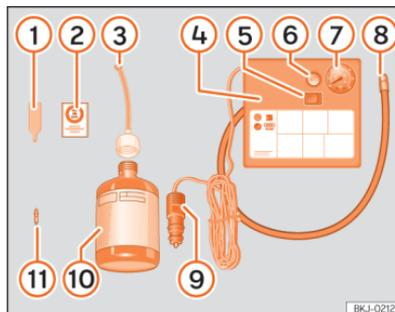

Fig. 231 Representação standard: conteúdo do kit antifuros.
O kit antifuros está localizado na bagageira, por baixo do revestimento do piso. Inclui os seguintes componentes »» **Fig. 231**:
- Desenrosque a proteçao e o obus da válvula do pneu. Utilize o aparelho »» **Fig. 231 1** para retirar o obus. Coloque-o numa superfície limpa.
- Agite com força a garrafa de vedante de pneus »» **Fig. 231 10**.
- Enrosque o tubo de enchimento »» Fig. 231 ③ na garrafa de vedante. O selo da garrafa partir-se-á automaticamente.
- Remova o tampão do tubo de enchimento »» Fig. 231 ④ e enrosque a extremidade aberta do tubo na válvula do pneu.
- Volte a colocar o obus com o aparelho »» Fig. 231 ① na válvula do pneu.
- Enrosque o tubo de enchimento do pneu do compressor »» Fig. 231 ⑧ na válvula do pneu.
- Verifique se o parafuso de evacuação de ar está fechado »» Fig. 231 ⑥.
- Ligue o conector »» Fig. 231 ⑨ a uma tomada de corrente de 12 volts do veículo »» Página 235.
- Ligue o compressor de ar com o interruptor ON/OFF »» Fig. 231 ⑤.
- Cole o autocolante »» Fig. 231 ② no painel de instrumentos, dentro do campo visual do condutor.
Volte a enrosçar o tubo de enchimento »» Fig. 231 ⑧ e verifique a pressão no manómetro ⑦.